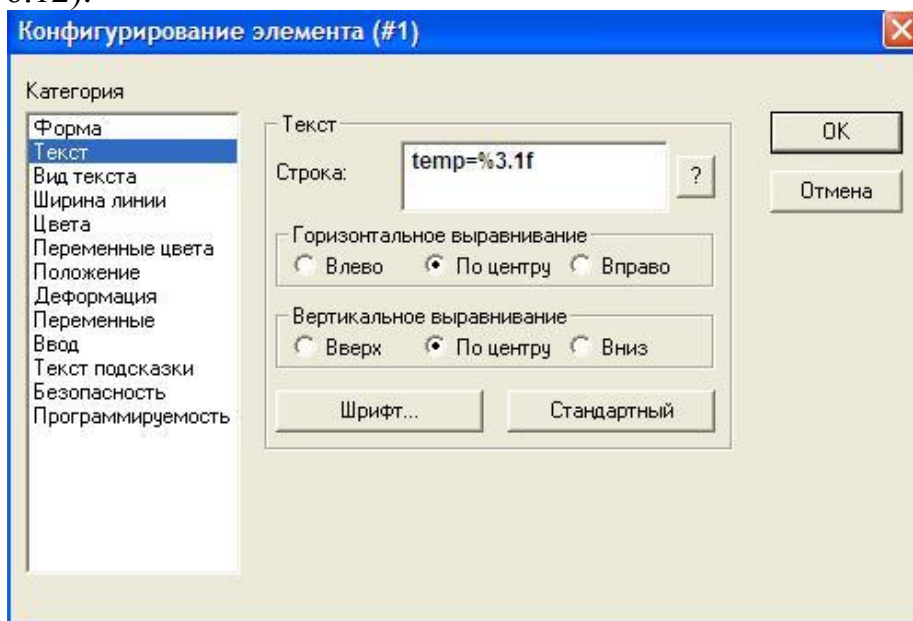

Рисунок 6.12
- В поле 'Рядок' (**Content**) категорії 'Текст' (**Text**) введіть "**temp=%3.1f**" (рис. 6.12).